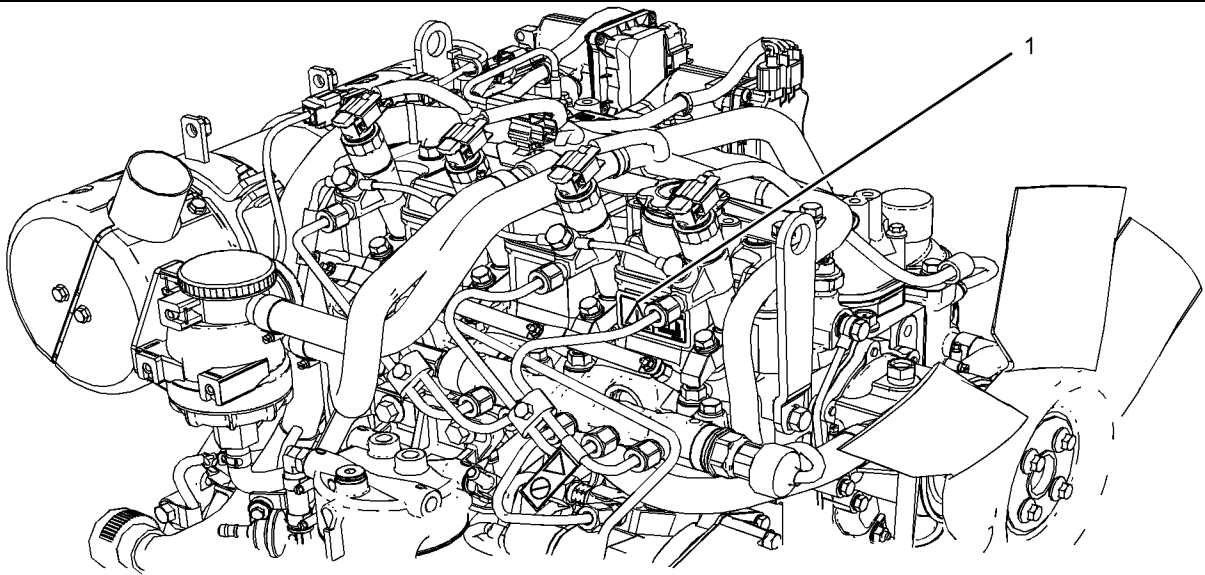

Abbildung 2
Der allgemeine Warnaufkleber (1) befindet an der Seite des Ventildeckels. Siehe Abbildung 2 .